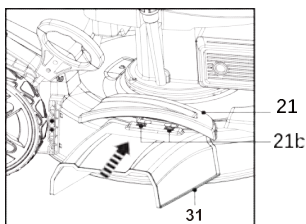

Fig. 19
4. Aliniați și agățați fantele (31a) ale accesoriului de descărcare laterală (31) pe cârligele (21b) (Fig. 19). Accesoriul de descărcare laterală este gata de utilizare.